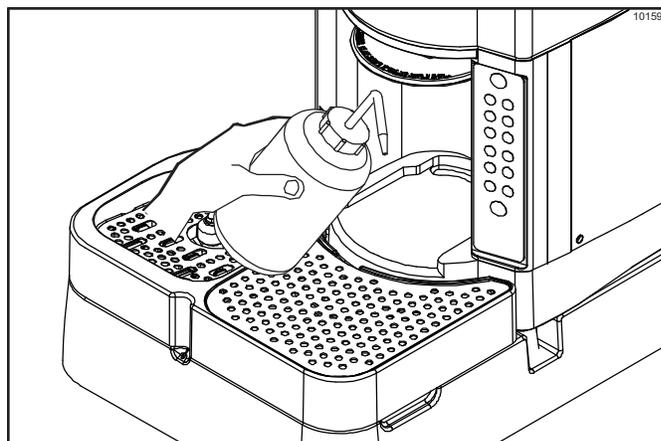

Figura 6-16
- 23. Enjuague a fondo la zona de dispensación con 118 ml (4 oz.) de solución de limpieza/desinfección. (Véase la figura 6-16).